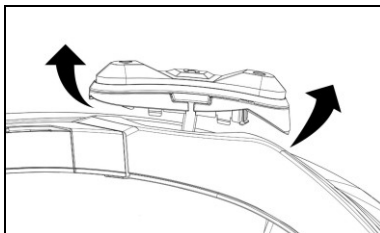

Fig. 27
- Ruotare la tastiera in senso antiorario (Fig. 27).